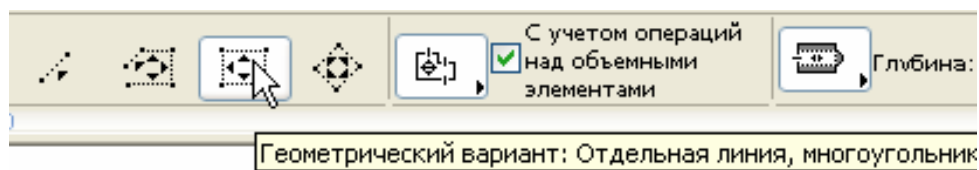

Рис. 132
5. При установленном в информационном табло геометрическом варианте **Прямоугольник** щелкните в нижней левой и верхней правой точках зоны **2. Столовая** для указания диагонали прямоугольника (рис. 132).